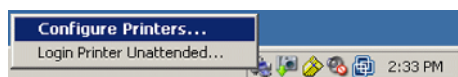

Figura 35 Icono de Servicios de impresión de ECM
- 8 Haga clic con el botón secundario del ratón en el icono de Servicio de impresión de ECM de la barra de tareas y seleccione **Configure Printers** (consulte Figura 35 en la página 144).